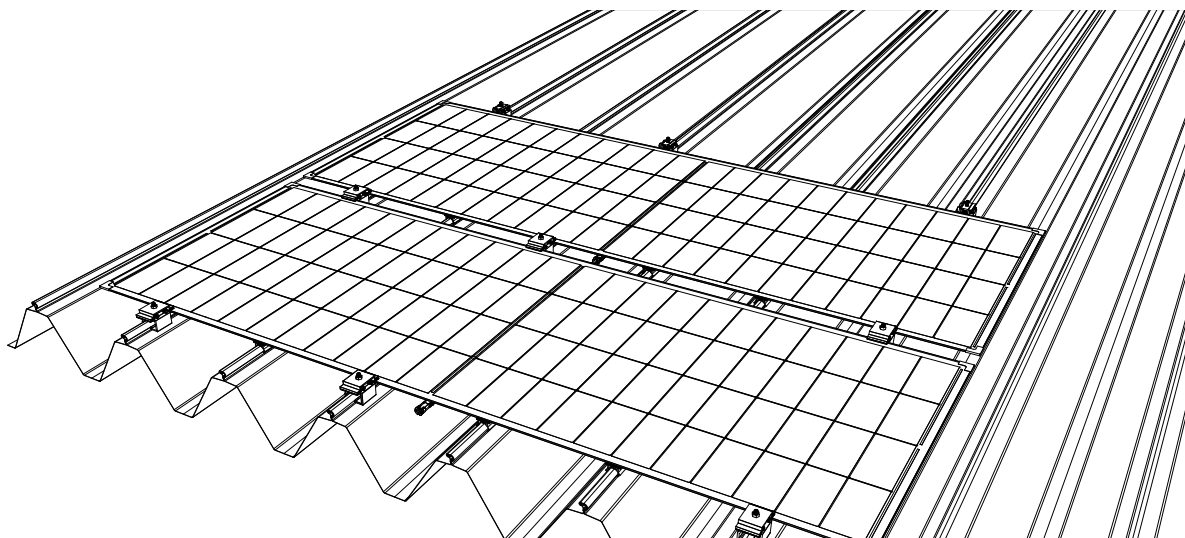

図 9
- 1番目の製品の取り付け手順を参考にして、順次 2 番目の製品の取り付けを完了してください (図 9)。